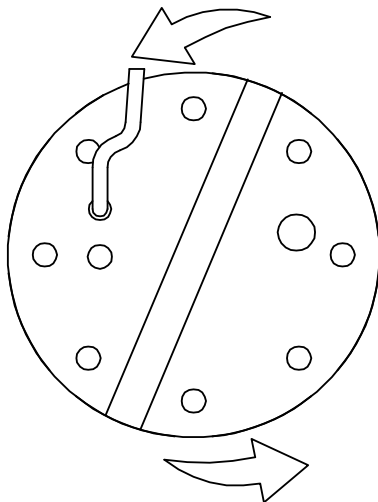

Fig. 2
3. Observar atentamente o contragolpe do accionamento, guardando a electrobomba por cima. Se o sentido de rotação estiver certo, a calota superior mover-se-á no sentido anti-horário como indicam as setas no desenho (FIG 2)